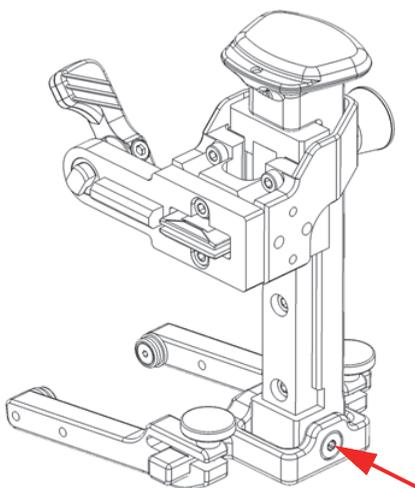

Figure 2-24 Réinstallation de la vis
7. Réinstallez la vis dans l'axe rotatif de la fourche (Figure 2-24 à la page 59).